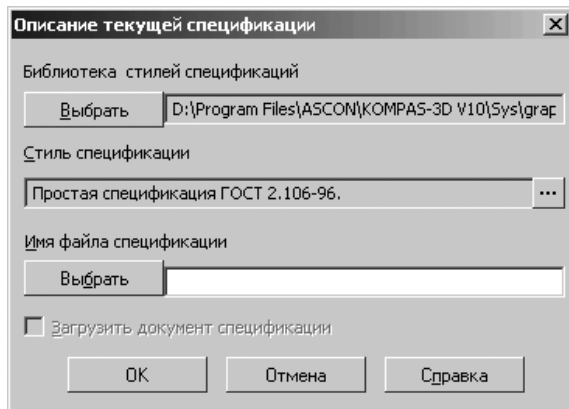

Рис. 6.107. Диалоговое окно **Описание текущей спецификации**
- щелкните в диалоговом окне **Управление описаниями** по кнопке  – **Добавить описание** – кнопке, расположенной в левом нижнем углу диалогового окна. Появится диалоговое окно **Описание текущей спецификации**. Это состояние системы показано на рис. 6.107.